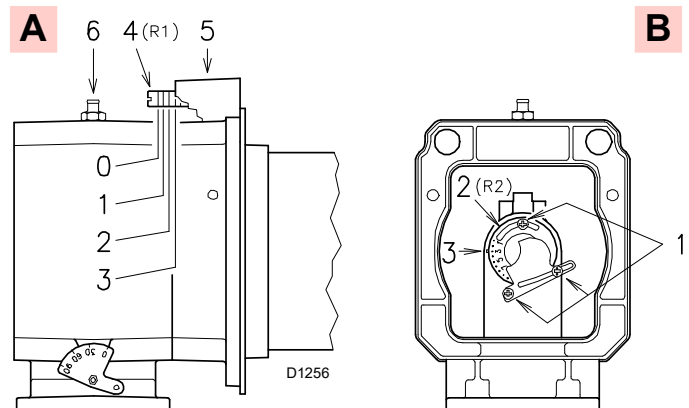
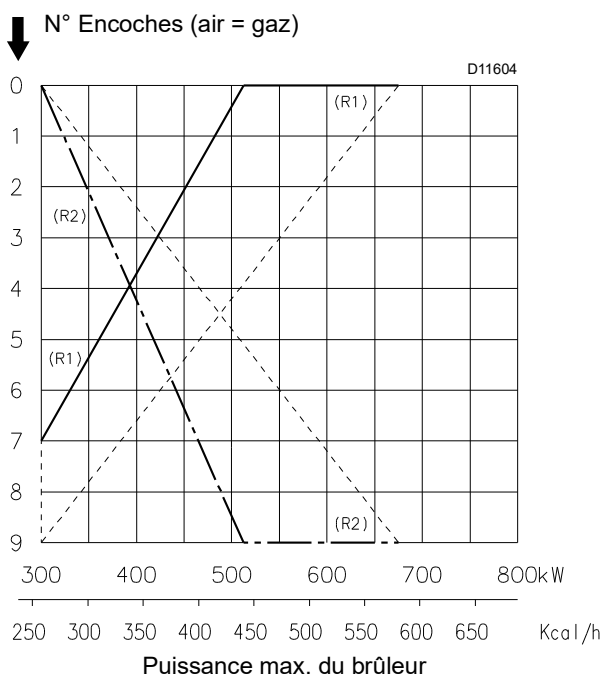

Fig. 13
Fig. 14
À ce stade de l'installation, la buse et le manchon sont fixés à la chaudière comme indiqué sur la fig. A)(Fig. 13).
- celui de l'air R1 (A, Fig. 13)
- celui du gaz/air R2 (B, Fig. 13)
Trouver dans le diagramme (Fig. 14) l'encoche indiquant le point de réglage aussi bien de l'air que du gaz.
Tourner la vis 4)(Fig. 13) jusqu'à ce que l'encoche corresponde avec le plan avant 5)(Fig. 13) de la bride.
Pour faciliter le réglage, desserrer la vis 6)(Fig. 13), régler puis bloquer.
Desserrer les 3 vis 1)(Fig. 13) et faire tourner la bague 2) jusqu'à la faire coïncider avec l'encoche trouvée avec l'indice 3). Serrer les 3 vis 1).
Du diagramme (Fig. 14) il ressort que pour cette potentialité les réglages sont:
Le diagramme (Fig. 14) indique un réglage optimal pour une typologie de chaudière selon Fig. 3 à la page 10. Si la pression du gaz le permet, la fermeture de la bague 2)(Fig. 13) permet de réduire la formation de NOx.